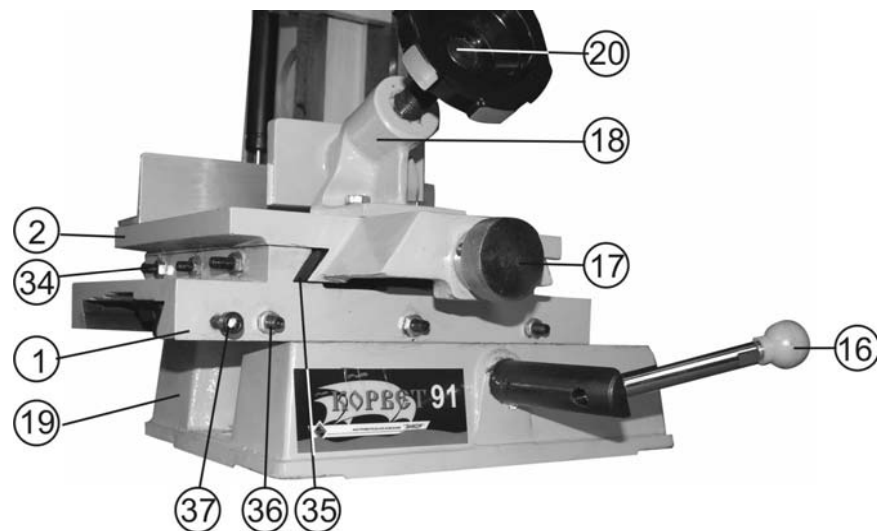

Рис.5
9.3. Регулировка перемещения (рабочего стола, бабки, суппорта) (Рис.5).